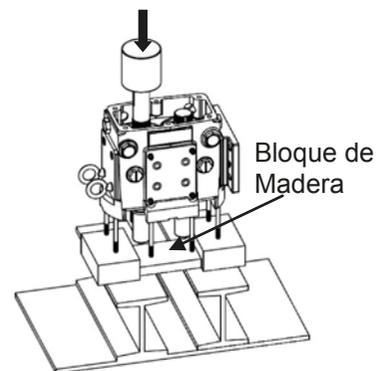

Figura 33: Sacar flechas de la caja de engranes
4) Coloque la caja de engranes en una prensa con la cara a la carcasa hacia abajo (figura 33). Use un bloque de madera para evitar que las flechas golpeen el suelo al salir. Con el bloque puesto presione las flechas hasta sacarlas de la caja. Revise la tabla 4 para saber la fuerza (en ton) requerida para sacar las flechas de la caja.